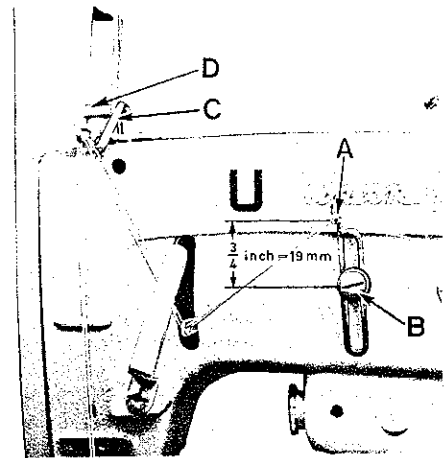

Fig.30
Ajustar guia hilo (A) como se muestra en (Fig. 30). Para dar mas hilo a la puntada se baja el guia hilo (A) para menos hilo se sube. Ajustar el alambre tira hilo de aguja (C, Fig. 30) tan bajo como sea posible. Si se sube este alambre se aumenta la lazada del hilo de la aguja.
Regular el tornillo de regulaci3n del prensatela (D, Fig. 30) de manera que de solamente la presi3n suficiente en al pie para transportar uniformemente el material.